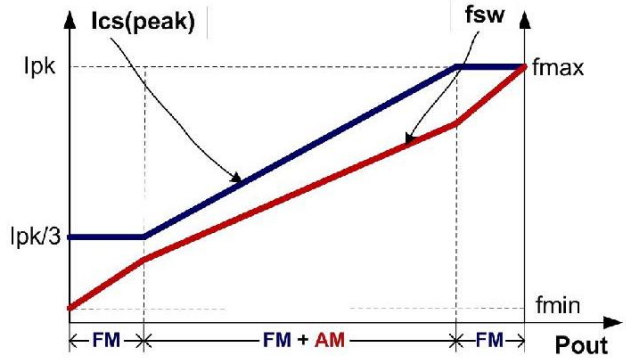

图 4
如图 4 所示，为了满足严苛的平均效率和待机功耗要求，FS6224 采用了调幅控制 (AM) 和调频控制 (FM)